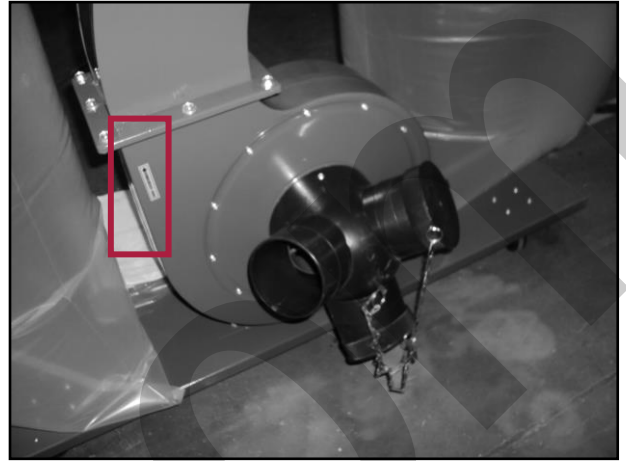

Figura 14 – Freccia di direzione
2. **Avviate la macchina, premendo l'interruttore di accensione ed assicuratevi che il senso di rotazione della ventola sia conforme con quello indicato dalla freccia apposta sul carter di protezione (Figura 14).**